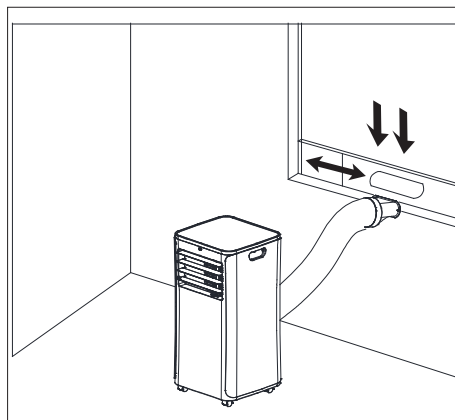

Afb. 14 – Grootte van de raamafdichting aanpassen
- ▶ Draai de vleugelmoer los totdat er voldoende ruimte is tussen deel A van de raamafdichting het schuifelement. (**zie afb.14 stap I**).
- ▶ Steek de twee delen van de raamafdichting A en B in elkaar zodat het schuifelement in de groef van deel B van de raamafdichting grijpt. Stel de raamafdichting in op de gewenste grootte door de raamafdichting ineen te schuiven of uit elkaar te trekken en draai de vleugelmoer weer vast. (**zie afb.14 stap II**).